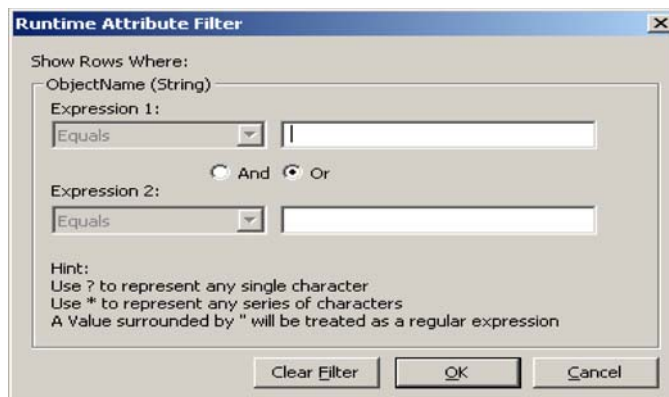

Abbildung 90. Spalten filtern
2. Ein Filter-Dialog entsprechend Abbildung 90 wird angezeigt.